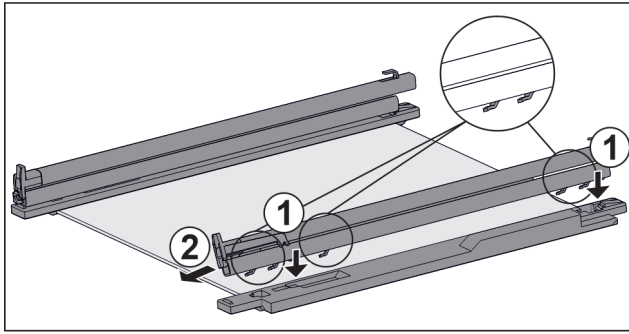

Fig. 125 Glashylla med skenor och fästdelar
- ▶ Sätt på skenans krok på den **vänstra** fästdelens öppningar. Fig. 125 (1)
- ▶ Dra skena framåt. Fig. 125 (2)
- ▶ Sätt på skenans krok på den **högra** fästdelens öppningar. Fig. 125 (1)